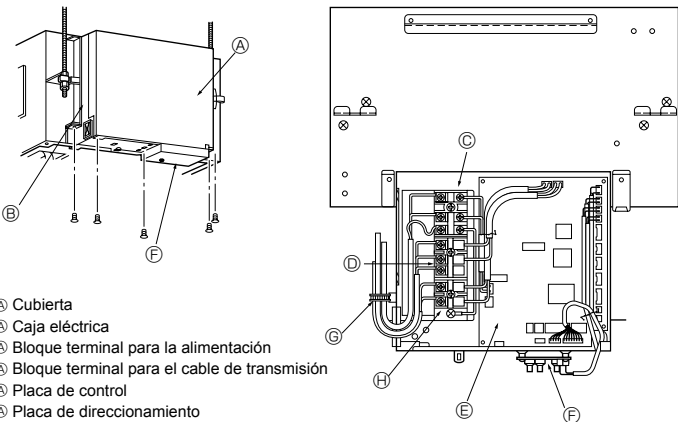

Fig. 4-1
4.1. Cableado eléctrico (Fig. 4-1)